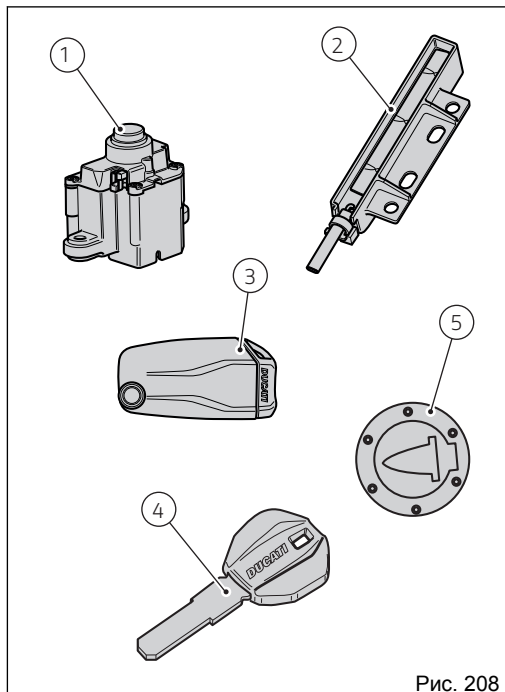

Рис. 208
Блок Hands free (1, Рис. 208) расположен в передней части топливного бака. Для доступа к нему достаточно снять защитную крышку (8), приподнимая ее вверх.
Включение осуществляется посредством кнопки (6), расположенной на руле, при наличии активного ключа (3, Рис. 208).
Выключение осуществляется кнопкой (6) на руле даже без ключа (3, Рис. 208) но при условии, что скорость мотоцикла равна нулю.
Включение зажигания осуществляется посредством кнопки (7), расположенной на блоке системы Hands free (1, Рис. 208), при наличии активного ключа (3, Рис. 208).
Выключение осуществляется нажатием кнопки (7), расположенной на блоке системы Hands free (1, Рис. 208), даже при отсутствии ключа (3, Рис. 208).
Включение осуществляется посредством серой кнопки (6), расположенной на руле, при наличии пассивного ключа (4, Рис. 208).
Выключение зажигания осуществляется серой кнопкой (6) на руле даже без ключа (4, Рис. 208), но при условии, что скорость мотоцикла равна нулю.
Включение осуществляется посредством кнопки (7), расположенной на блоке системы Hands free, при наличии пассивного ключа (4, Рис. 208).
Выключение осуществляется посредством кнопки (7), расположенной на блоке системы Hands free (1, Рис. 208), даже при отсутствии ключа (4, Рис. 208).
Включение зажигания происходит нажатием кнопки (7) на блоке системы hands free (1, Рис. 208) без наличия ключей (3) и (4) путем ввода pin-кода на приборной панели.